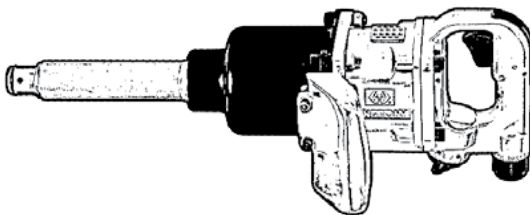

Рис. 1
- Управление гайковёртом осуществляется с использованием курка (Рис.1, п.13), который находится под указательным пальцем. При нажатии на курок, сжатый воздух поступает в рабочую полость двигателя и вращает ротор. Следует учесть, что после того как Вы отпустите курок вращение механизма будет осуществляться ещё несколько секунд. В целях безопасности, кладите гайковёрт только после того как он полностью остановился.
- Режимы «закручивание» (F) и «откручивание» (R) устанавливаются переключателем реверса.